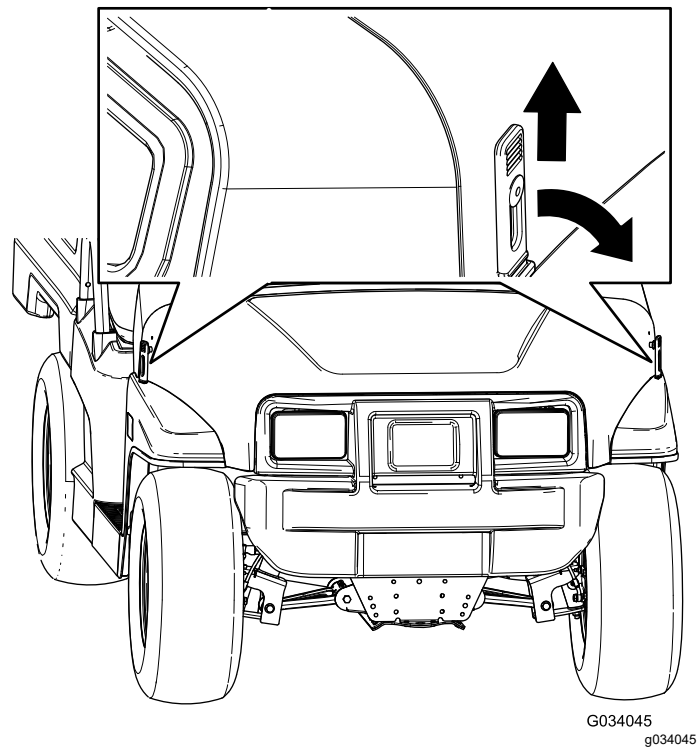

Bild 23
2. Fluchten Sie die Gummriegel auf den Riegelankern an jeder Seite der Motorhaube aus, um die Motorhaube zu befestigen (Bild 23).
1. Heben Sie den Hebel der Gummriegel an jeder Seite der Motorhaube an (Bild 23).